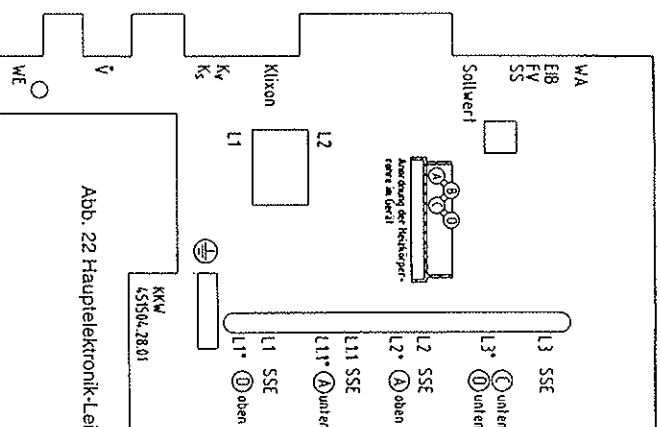

Abb. 22 Hauptelektronik-Leiterkartenfolie
- ⇒ Der Wassereintrittsfühler (Abb.3 Pos 21) ist in die Einheit motorisches Stellventil (Abb. 3 Pos. 12) einzusetzen und die Steckerverbindung zur Hauptelektronik am Stecker **WE** herzustellen (Abb. 22)